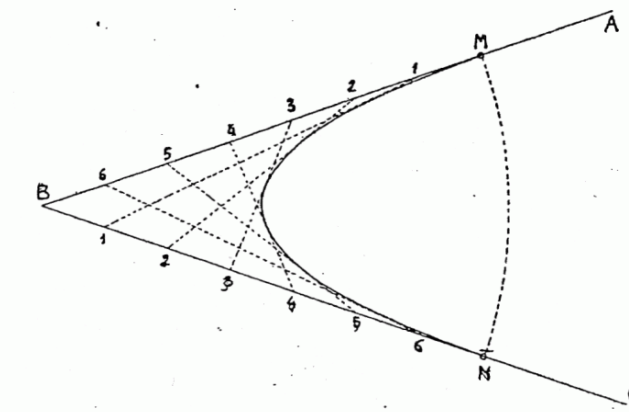

Figura 4
- Esercizio n.4 Disegnare la parabola per involuppo di tangenti, date due tangenti BA, BC ed un punto di contatto M (Figura 4)